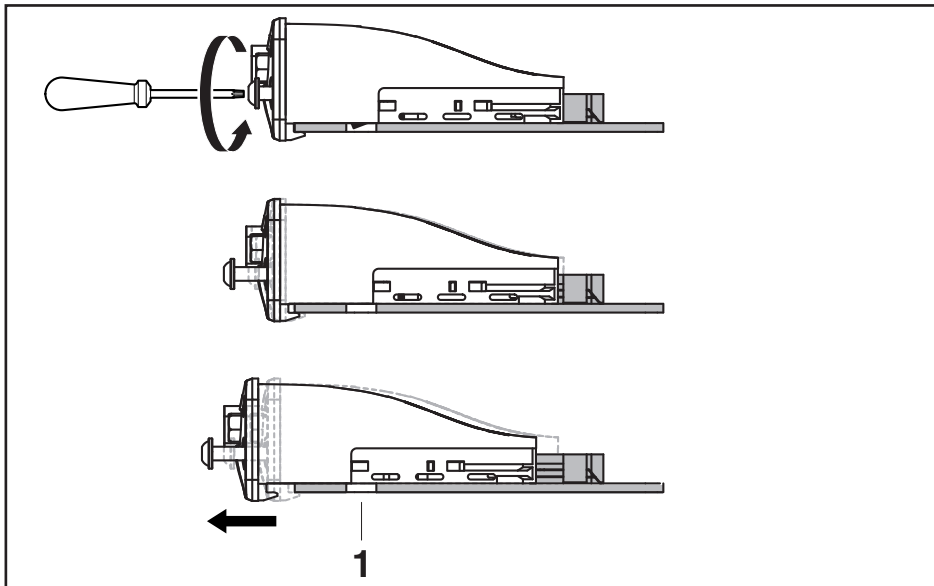

Fig. 4: Soltar a retenção
2. Soltar os parafusos de soquete dianteiros. O módulo de interface IMmtcp só pode ser totalmente retirado quando a retenção tiver sido completamente solta (ver Fig. 4).